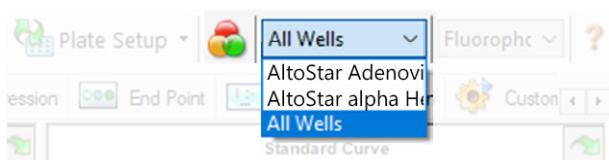

Figure 4: Bouton Well Group (Groupe de puits) et menu déroulant Well Group (Groupe de puits)
Dans la fenêtre Data Analysis (Analyse des données), veillez à sélectionner le **Well Group** (Groupe de puits) du kit AltoStar® Adenovirus PCR Kit 1.5. Pour cela, cliquez sur le menu déroulant **Well Group** (Groupe de puits) à droite en regard du bouton **Well Group** (Groupe de puits) (voir la figure 4) sur la barre d'outils. N'utilisez pas le **Well Group** (Groupe de puits) *All Wells* (Tous les puits). La sélection de la figure 4 est utilisée comme vue d'exemple général.
1. Dans la fenêtre Data Analysis (Analyse des données), veillez à sélectionner le **Well Group** (Groupe de puits) du kit AltoStar® Adenovirus PCR Kit 1.5. Pour cela, cliquez sur le menu déroulant **Well Group** (Groupe de puits) à droite en regard du bouton **Well Group** (Groupe de puits) (voir la figure 4) sur la barre d'outils.